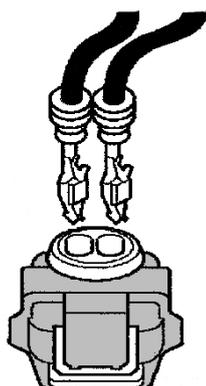

Fig. 2
- Enclavar los contactos de conexión en la nueva carcasa del conector (véase fig. 2).